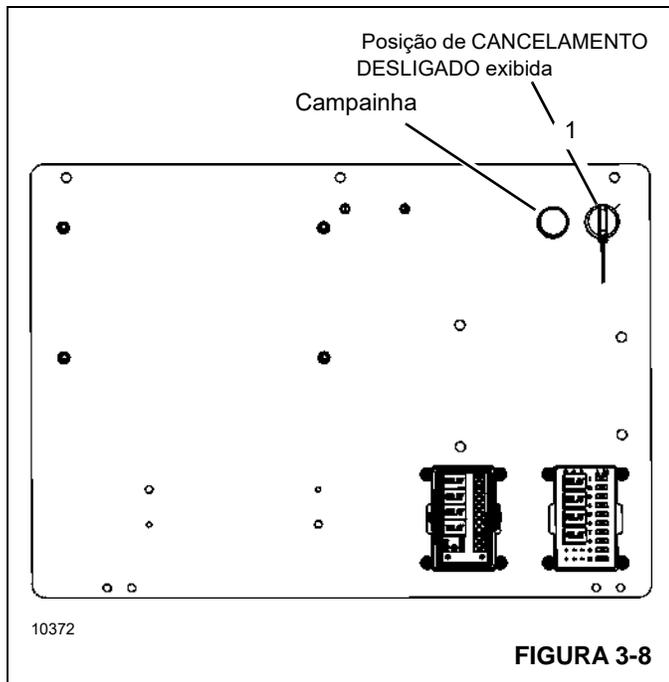

FIGURA 3-8
A chave de contorno do RCL (1, Figura 3-8) localizada atrás do assento da cabine é do tipo desliga/liga e cancela os intertravamentos de controle do RCL e do guindaste até que a chave seja girada para a posição DESLIGADA. A chave de contorno do RCL (1) não é uma chave temporária e permanece ligada até ser desligada.